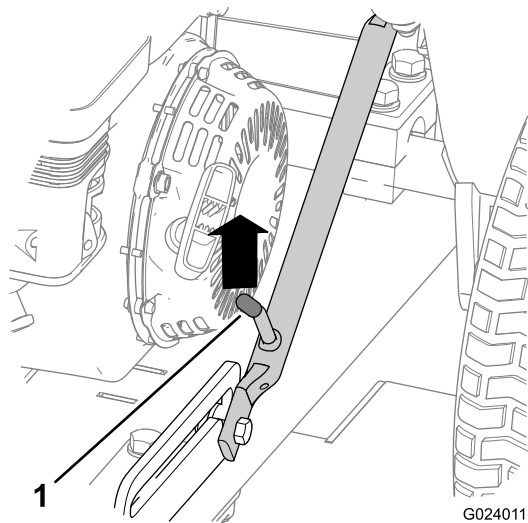
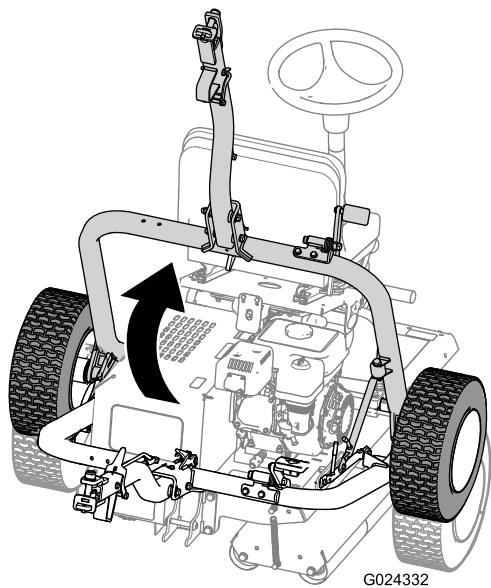

图25
图29
- A. 向上推动挂钩组件，直至开锁杆从滑块锁销中松开（图25）。
D. 提起挂钩（图29）、直到闩锁杆锁入滑块锁销（图25）。